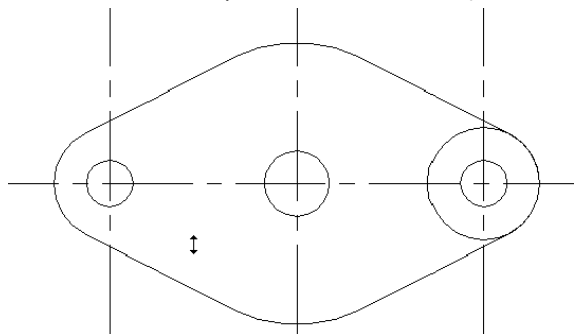

图 7-78
(8)单击【修改】工具栏上的按钮，将多余的线段剪切。如图 7-78 所示：